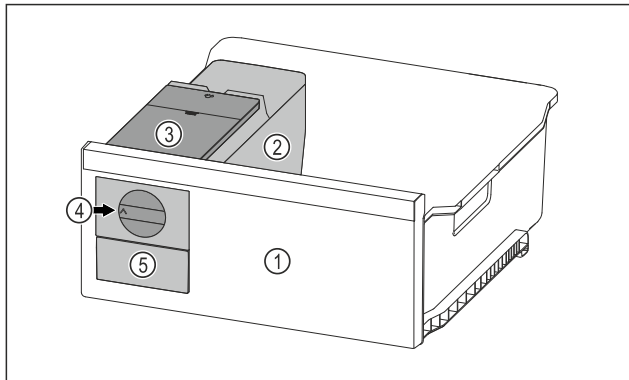

Fig. 108 Esimerkkikuva
- ▶ Kierrä kiertonuppia Fig. 108 (4) myötäpäivään vasteeseen saakka.
- ▷ Jääpalat putoavat jääpalakennosta jääpalavetolaatikkoon Fig. 108 (5).